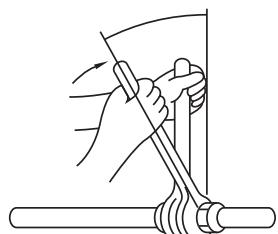

Fig. 5-8
- Påfør et tynd lag køleolie på rørets sædeoverflade. (Fig. 5-8)